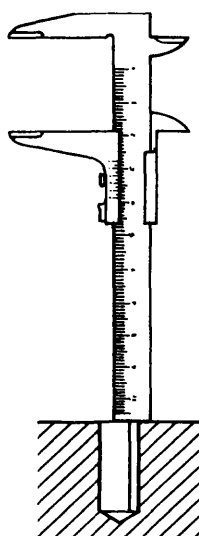
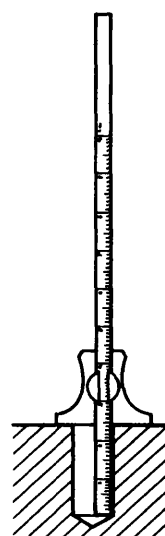

Fig. 3
Fig. 4
- 3) En caso de agujeros no pasantes, retire la broca, limpie el agujero y verifique su profundidad. Utilice la reglilla del calibre con nonio (fig. 3) o un calibre de profundidad (fig.4).